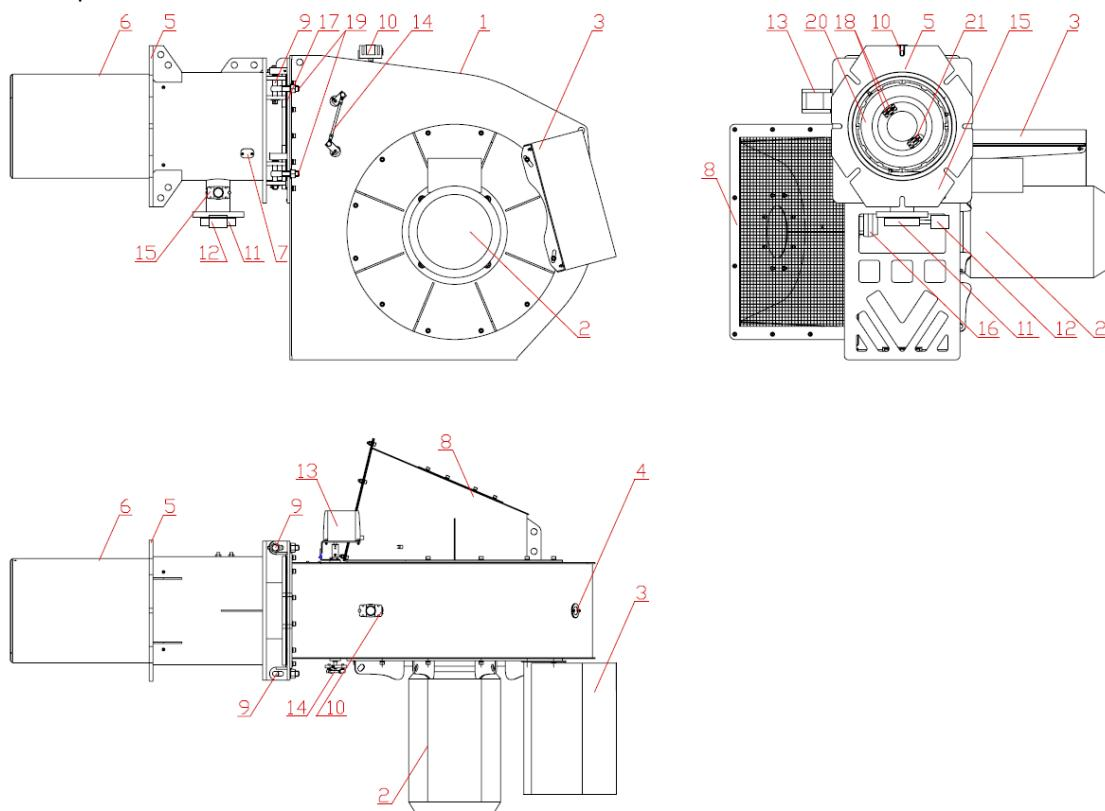

Рис.1. Общий вид устройства горелочного серии Т-5.720 G.E.
1.3.1 Состав устройства горелочного серии Т-5.720 G.E и размещение составных частей показаны на рис.1.